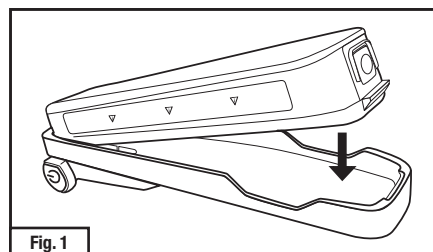

Fig. 1
1. Insérer le bloc-piles dans l'adaptateur de pile TR-659 en faisant glisser le côté muni de charnières de la pile dans le côté correspondant de l'adaptateur (le côté comportant le bouton de mise sous tension) (Fig. 1).